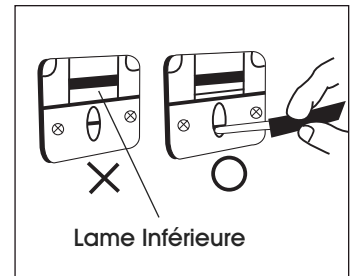

Figure 3
2. Pour remplacer les lames, retirez les deux vis à l'intérieur de la tête. La lame peut alors être soulevée et remplacée. Avant de réinsérer l'unité de coupe dans le cadre, la lame inférieure doit être enfoncée. Si elle n'est pas complètement enfoncée, utilisez un tournevis pour l'abaisser. (Voir Figure 3)